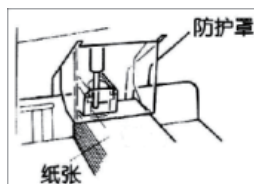

图 3
5) 检查孔的位置 (参见图3)
8) 如需进行装订工作，按【装订】键，切换至“装订模式”，此时液晶提示：“装订模式”，并将纸张理齐放到位（参见图3）。预热完成后，再按【启动】键，即可自动装订。